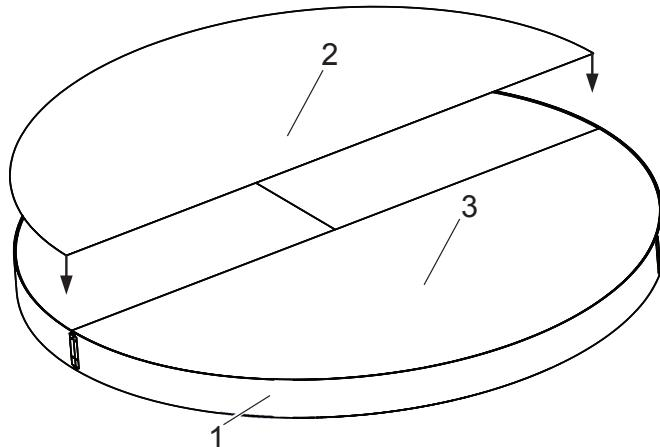
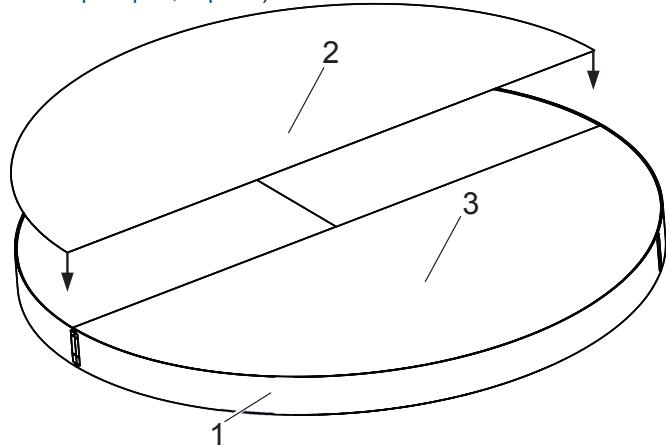

Рис. 136 Сборка металлических листов верхней части потолка
Рис. 137 Сборка металлической верхней части потолка с защитой от дождя
Равномерно нанести адгезив на контактную поверхность первого металлического листа верхней части потолка (рис. 136/2). В зависимости от рабочей высоты может понадобиться использовать стремянку или платформу.
- Установить первый лист верхней части потолка (рис. 136/2) на адгезивные поверхности верхней части потолка (рис. 136). В зависимости от рабочей высоты может понадобиться использовать стремянку или платформу.
- Равномерно распределить адгезив по контактной поверхности второго листа верхней части потолка (рис. 136/3). В зависимости от рабочей высоты может понадобиться использовать стремянку или платформу.
- Установить второй лист верхней части потолка на адгезивные поверхности верхней части потолка (рис. 136/3). В зависимости от рабочей высоты может понадобиться использовать стремянку или платформу.
- Установить профиль для соединения с фасадом на верхнюю часть потолка (рис. 136) в соответствии с требованиями клиента и прикрепить его в нужном месте.
Равномерно наклеить лист верхней части потолка (рис. 137/2) на наружной стороне здания в нескольких точках на внешнюю сторону верхней части потолка из дерева (рис. 136). Проверить выравнивание относительно соединения с фасадом. В зависимости от рабочей высоты может понадобиться использовать стремянку или платформу.
4. Установить профиль для соединения с фасадом на верхнюю часть потолка (рис. 137) в соответствии с требованиями заказчика.